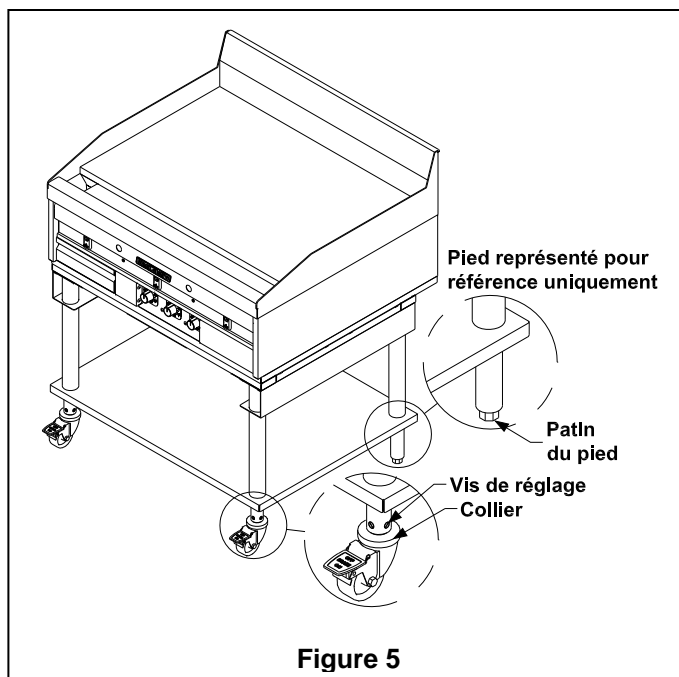

Figure 5
2. **Pieds-** À l'aide d'une clef plate ou de pinces, tourner le patin du pied (voir la figure 5) en sens inverse des aiguilles d'une montre pour monter le support. Il y a entre 12 et 20 mm (1/2 à 3/4 po) de réglage possible.
Roulettes - À l'aide d'un tournevis à tête plate, desserrer les vis de réglage de la roulette à régler (voir la Figure 5). Tourner le collier de la roulette en sens inverse des aiguilles d'une montre pour monter le support. Il y a 20 mm (3/4 po) de réglage possible. Une fois le réglage effectué, bloquer les vis de réglage.